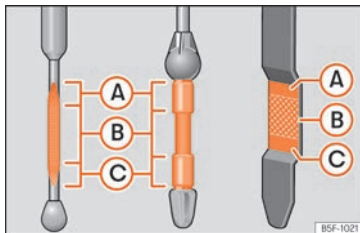

Fig. 241 Vareta de medição do nível de óleo.
- Em seguida, retire-a novamente e verifique o nível do óleo » **Fig. 241**. Caso seja necessário, reponha óleo do motor.
- Quando o nível de óleo atingir pelo menos a zona »» Fig. 241 (B), enrosque a tampa do bocal de enchimento com cuidado »» ❗.
Se o nível do óleo se encontrar por cima da zona »» Fig. 241 (A), não ponha o motor em funcionamento. Pode causar danos no motor e no catalisador. Informe uma oficina especializada.
O nível do óleo não pode ultrapassar, em caso algum, a zona »» Fig. 241 (A). Caso contrário, poderia ser aspirado óleo pela ventilação do cárter da cambota e chegar à atmosfera através do sistema de escape.